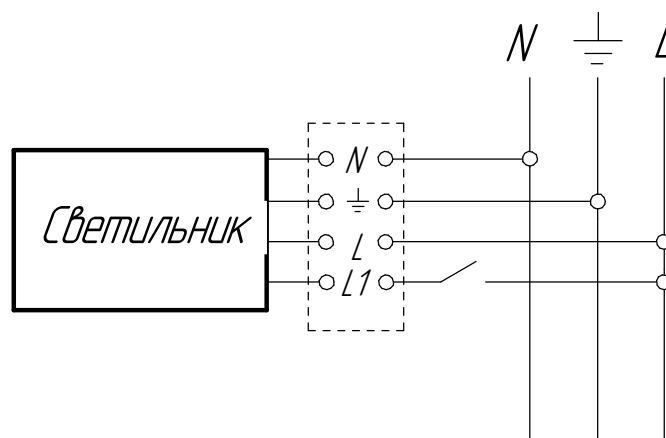

Рисунок 4. Схема подключения светильника к сети.
7.6 Присоединить сетевой питающий кабель к контактам сетевой клеммной колодки светильника в соответствии со схемой (Рис.4). Проверить надежность заземления.